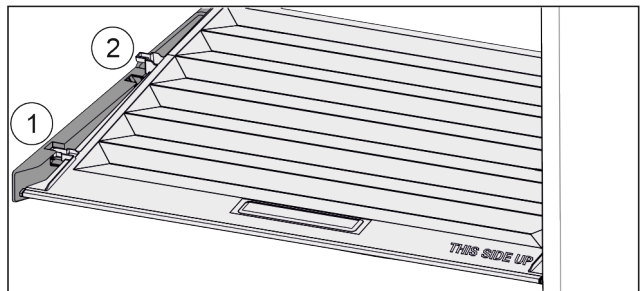

Fig. 68
- ▶ Tirare in avanti il coperchio fino all'apertura nei fermi Fig. 68 (1).
- ▶ Sollevare posteriormente dal basso e togliere verso l'alto Fig. 68 (2).